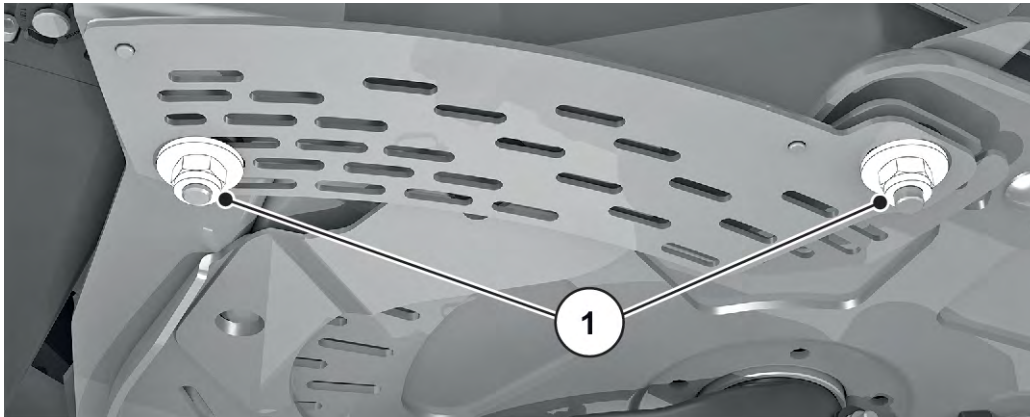

*Fig. 58: Trekkstangbolt i doseringsåpning*
- ✓ Doseringsskyveren trykkes lett mot bolten. Se *Fig. 58 Trekkstangbolt i doseringsåpning*.